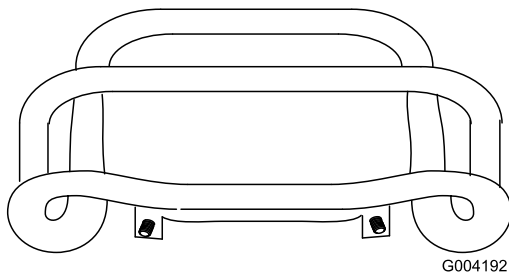

図 55
5. 全速後退位置にセットした走行コントロールバーが基準バーに対して面一になるように調整する **図 54** と **図 55**。
- I. 全速後退位置にセットした走行コントロールバーが基準バーに対して面一になるように調整する 図 54 と 図 55。